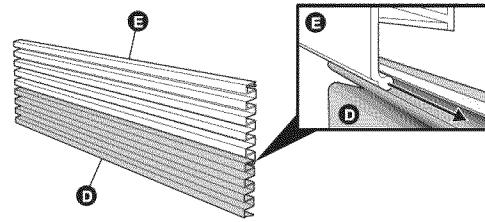

Figura 2
- Deslice la rejilla pequeña (E) dentro de la rejilla grande (D) para unirlas. Asegúrese de que los extremos queden al ras y únalos con cinta adhesiva para evitar que se deslicen. Véase la figura 2.